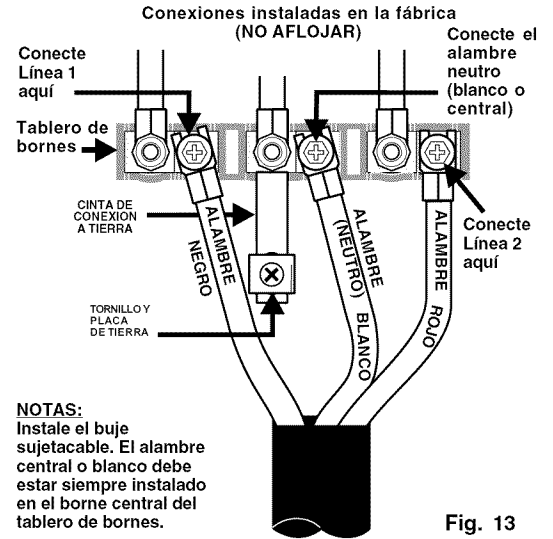

Fig. 13
**Instrucciones para conexión trifilar (para instalaciones existentes SOLAMENTE - Consulte la Fig. 13).**
Esta estufa tiene instalada una cinta de conexión a tierra que conecta el borne central del tablero de bornes (neutro) al chasis de la estufa. La cinta de conexión a tierra está conectada a la estufa mediante el tornillo central más inferior (Ver Fig. 13). La cinta de conexión de tierra no debe retirarse a menos que el código nacional, estatal o local no permitan el uso de una cinta de conexión a tierra. **NOTA:** Si por cualquier motivo se retira la cinta de conexión a tierra, se debe conectar un alambre de tierra separado al tornillo de tierra instalado en el chasis de la estufa y a una tierra adecuada.